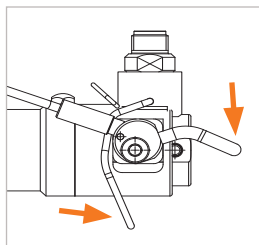

Figure 7
- ▶ Rabattez l'arceau de commande (n° 6) vers le bas et tirez simultanément sur le dispositif de verrouillage (n° 8) (Figure 7). Le câble d'acier flexible se replie vers le haut et les mâchoires de serrage s'ouvrent.